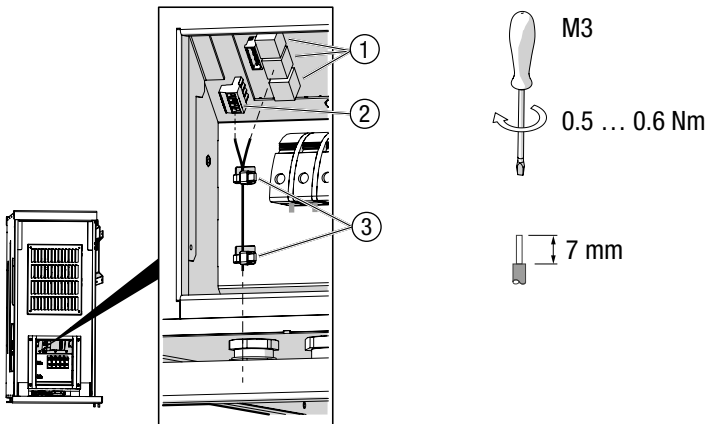

Bild 19 Netzwerkanschluss
3. Stecken Sie die Netzwerkkabel in die RJ45-Buchsen (Bild 19/Pos.1) ein und prüfen Sie die Steckerverriegelung.
4. RS485-Klemmenanschluss (Bild 19/Pos.2): schließen Sie das RS485-Netzwerkkabel wie folgt an:
5. Befestigen Sie die Kabel mit Kabelbindern an den Gehäuselaschen (Bild 19/Pos. 3).